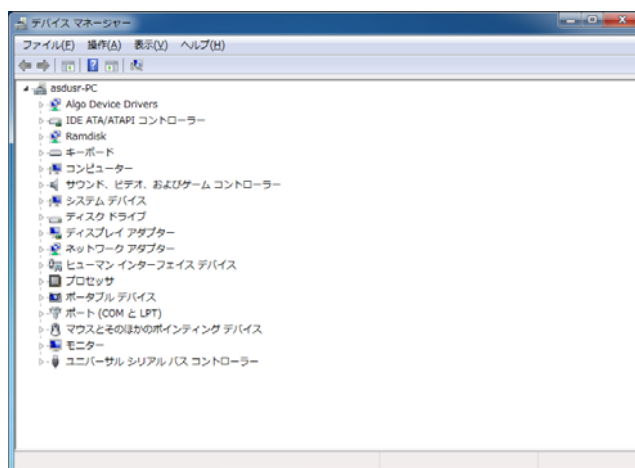

図 3-3-8-1. デバイス マネージャー
- ① スタートメニューから[コントロール パネル]を選択します。
- ② [コントロール パネル]が開きます。[システム]を実行します。
- ③ ダイアログが開きます。[デバイス マネージャー]を選択します。
- ④ [デバイス マネージャー]が開きます。(図 3-3-8-1)